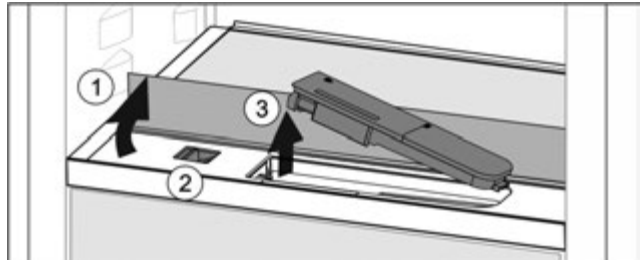

Fig. 104
- ▶ Підняти скляну панель і відкинути до упору назад (Fig. 104 (1)).
- ▶ Посуньте повзунок Fig. 104 (2) уліво.
- ▶ Вийняти бак для води Fig. 104 (3).